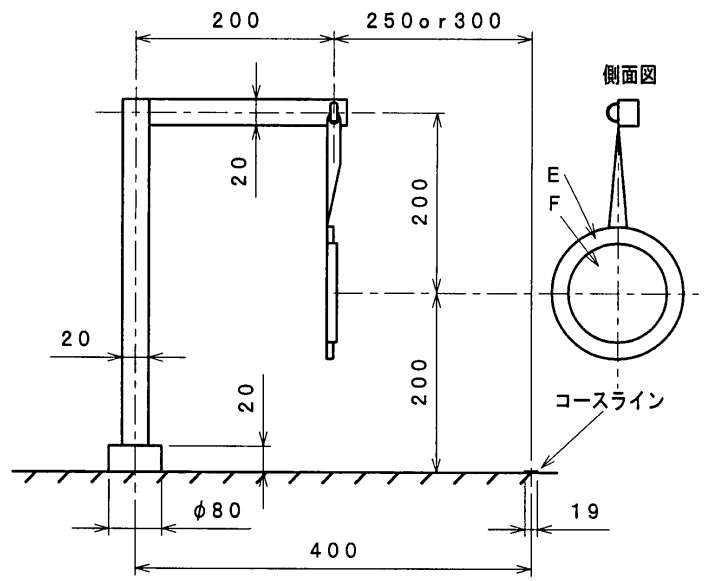

図3 平行標的の形状
- 3) ii) の平行標的は、図3のように円盤形で2種類とし、E標的が直径120 mm、F標的が直径90 mmとする。これらEF標的の標的面はコースラインに対し平行になるように支持される。